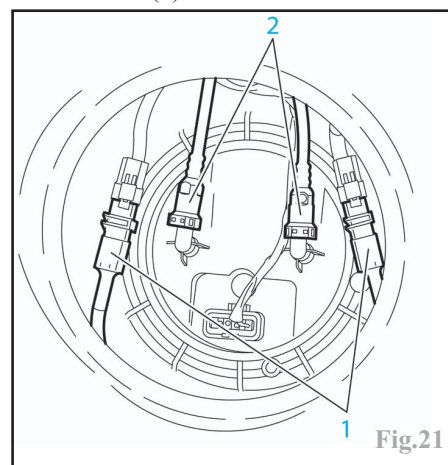

Fig.21
Rabattre la banquette arrière et déposer la trappe d'accès à la pompe à carburant. Déconnecter les connecteurs (1) (Fig.21). Désaccoupler les tuyaux d'alimentation en carburant (2).